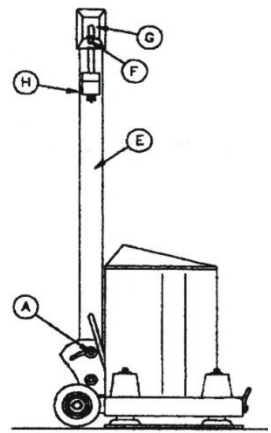

Fig. 1
CAUTION : Make sure that the tool switch (F) is ALWAYS switched "OFF" and unplugged before installing the sand paper and installing or emptying the dust bag. Make sure that bolt (A) is tighten to ensure that the handle is locked in place. Fig. 1.
ATTENTION : Assurez-vous que l'interrupteur (F) est TOUJOURS à la position "OFF" et que l'outil est débranché avant d'installer le papier sablé ou d'installer ou vider le sac à poussière. Assurez-vous que le boulon (A) est bien serré afin que le manche soit barré en place. Fig. 1
PRECAUCIÓN : Cerciórese de que el interruptor de la herramienta (F) sea SIEMPRE " cambiado de "OFF" y desenchufado antes de instalar el papel de la arena y de instalar o de vaciar el bolso de polvo. Cerciórese de que sea el perno (A) apriete para asegurarse de que la manija está trabada en lugar. Fig. 1.